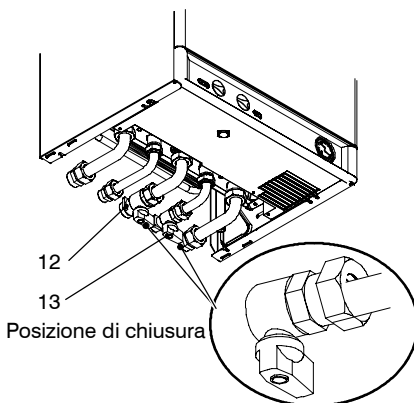

fig. 9.3
- 1 Chiudere il rubinetto entrata 13 in fig. 9.3